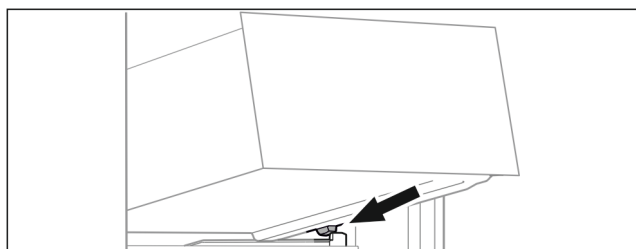

Fig. 60
- ▶ Placer le tiroir, en l'inclinant, derrière les butées sur la nervure de récipient. (voir Fig. 60)